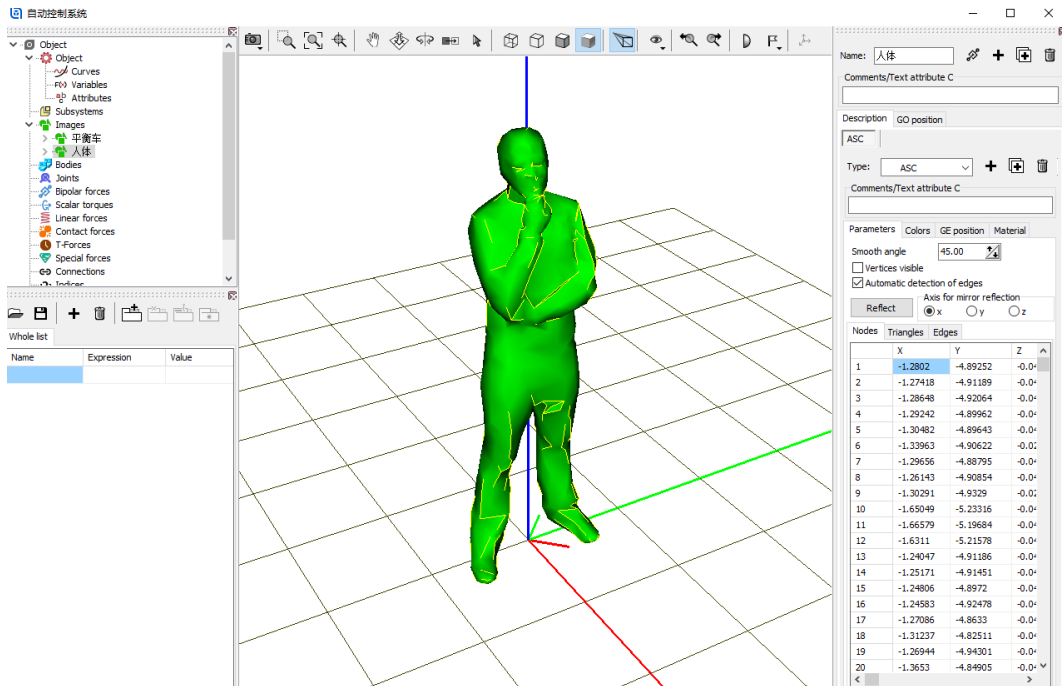

图 2-131
- 2) 从路径“**D:\UM 培训教程\几何素材\自动控制系统**”依次导入几何素材 **平衡车.img** 和 **人体.img**，如图 2-131。